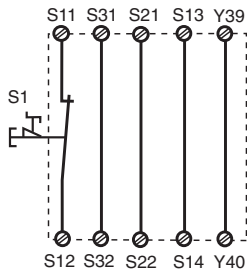

Fig. 2: Circuito de entrada monocal, arranque automático / Circuito di entrata ad un canale, Start automatico / Eénkanalig ingangscircuit, automatische start
- Figs. 2 y 7: **sin** conexión S33-S34
- Fig. 2 e 7: **nessun** collegamento S33-S34
- Osservare nella fig. 2: il dispositivo si avvia automaticamente in caso di interruzione e ripristino della tensione. Evitare un riavviamento inaspettato mediante appositi dispositivi di accensione esterni.
In afb. 2 ... afb. 11 zijn aansluitvoorbeelden voor Noodstop-bedrading met automatische en bewaakte start, heksturingen en contactvermeerdering door externe relais.
- Fig. 2 en 7: **geen** verbinding S33-S34
- Opgelet bij fig. 2: het apparaat start automatisch bij uitvallen en terugkeren van de spanning. Vermijd een onverwacht heraanlopen door maatregelen in de externe schakeling.